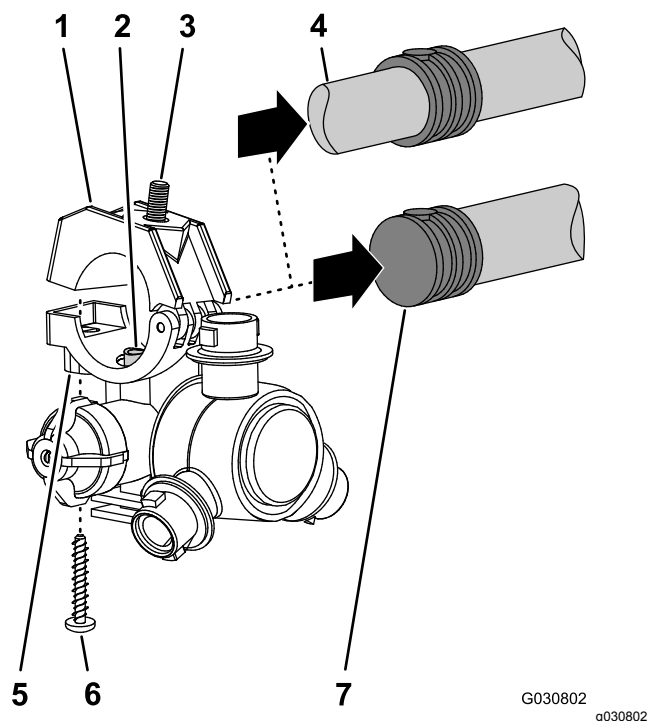

Figura 70
8. Lavorando con i 12 ugelli dell'irroratrice rimossi dalle sezioni delle barre esterna e centrale, rimuovete le viti in acciaio inox (n. 12 x 1 1/4") che fissano le metà superiori delle fascette e i portagomma dentellati singolo o doppio (3/4") al corpo di ciascun ugello dell'irroratrice e rimuovete i portagomma dentellati (Figura 70).